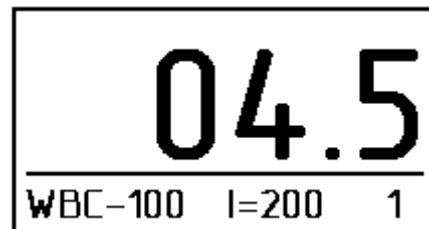

Рис. 5
4.3.14. Результат счета отображается на экране (рис. 5). Для получения количества лейкоцитов на 1 л крови, полученное значение необходимо умножить на 10^9 . Таким образом, число на индикаторе 04,5 означает, что в 1 л крови содержится $4,5 \cdot 10^9$ лейкоцитов.